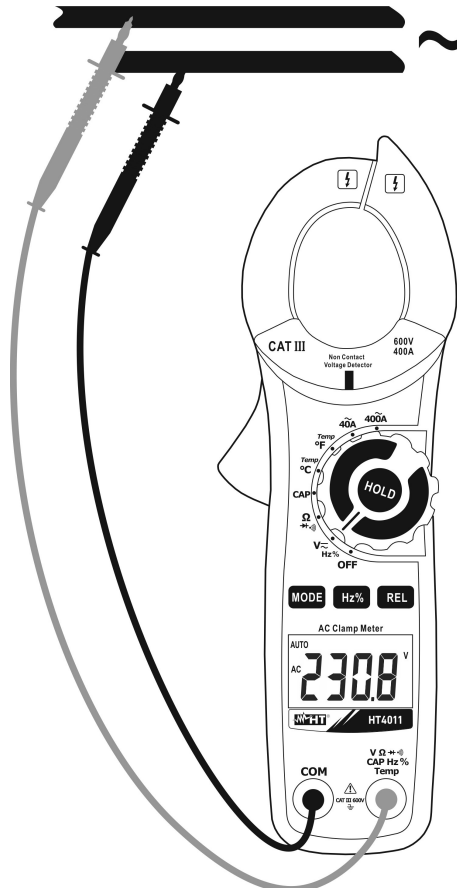

Abb. 3: Verwendung der Zange für Wechselspannungsmessung
3. Verbinden Sie die rote Messleitung mit der **V Ω $\rightarrow$ CAP Hz % Temp** Eingangsbuchse, und die schwarze Messleitung mit der **COM** Eingangsbuchse (Abb. 3).